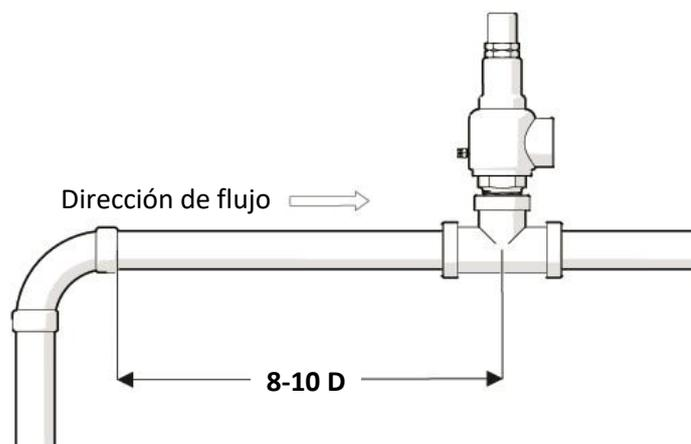

Fig. 10 Distancia recomendada entre la válvula y cualquier dispositivo.
11. Se recomienda una distancia aguas abajo mínima de 8-10 diámetros de tubería (D) entre cualquier dispositivo (válvula, codo o conexión con ángulo agudo) que pueda perturbar el flujo y la conexión de entrada de la válvula. (Fig. 10)